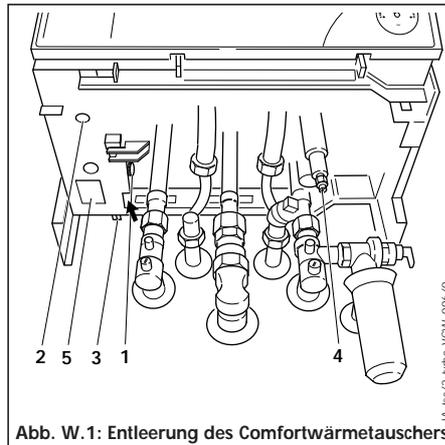
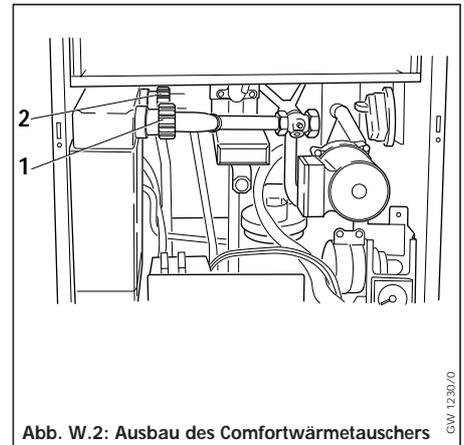

Abb. W.1: Entleerung des Comfortwärmetauschers
Abb. W.2: Ausbau des Comfortwärmetauschers
- Öffnen Sie die Entlüftungsschraube am Primärwärmetauscher. An den Entlüftungsschrauben der Wartungshähne tritt Wasser aus. An der Öffnung (5, Abb. W.1) tritt Restwasser aus, wenn der Comfortwärmetauscher ausgebaut wird.
- Öffnen Sie die Entleerungsschraube (4, Abb. W.1).
- Bauen Sie den Comfortwärmetauscher aus, indem Sie die beiden Verschraubungen (1 und 2 Abb. W.2) lösen und den Arretierstopfen (1, Abb. W.1) herausziehen.
- Hebeln Sie den Comfortwärmetauscher von hinten aus (Pfeil, Abb. W.1), um die Dichtkraft der rückseitigen Steckanschlüsse zu überwinden.